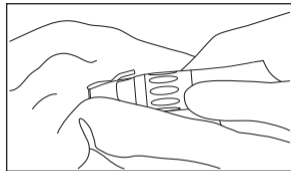

Abb. 8
3) Reinigen Sie die Ummantelung des Handstücks mit einem Tuch, das mit einem Desinfektionsmittel oder 60-90 prozentigem Äthanol befeuchtet wurde (Abb. 8).